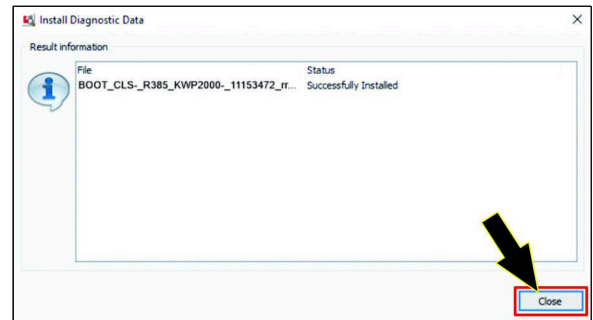

図 58
6. 結果情報ダイアログボックスで、閉じるアイコン (図 58) をクリックする。